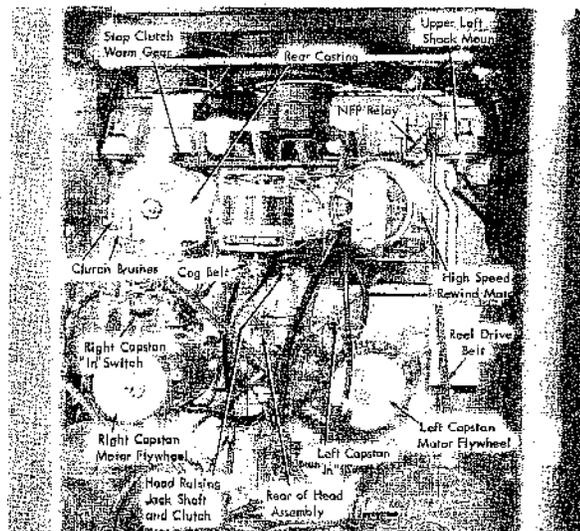

Figure 3-18. Drive Mechanisms
Abb. 3-18 zeigt den Antriebsmechanismus der Bandeinheit.
- 3.4.2 JACK SHAFT ASSEMBLY (Abb. 3-18)
Die Modelle 729II und IV haben einen besonderen "Take Up"-Motor bekommen. Vorher führte ein Motor die Funktionen "Tape Take Up" und "Head Take Up" aus (Abb. 3-18)